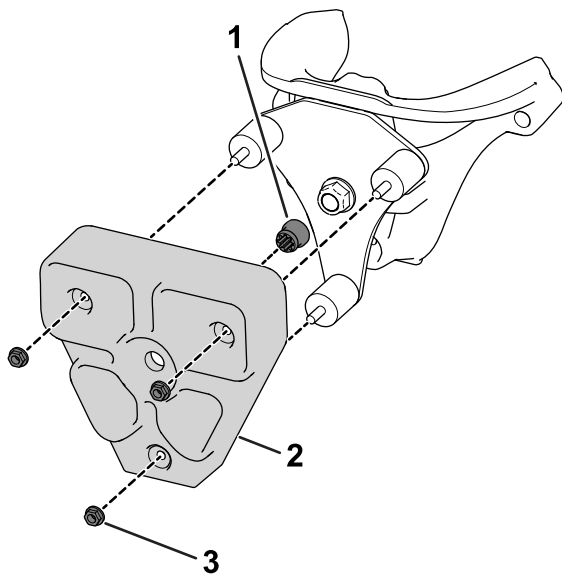

图 6
- 10. 将套环插入 TMD 配重块图 6。
11. 使用 3 个橡胶防振垫和 3 个螺母5/16 英寸将 TMD 配重块固定到安装板上图 6。